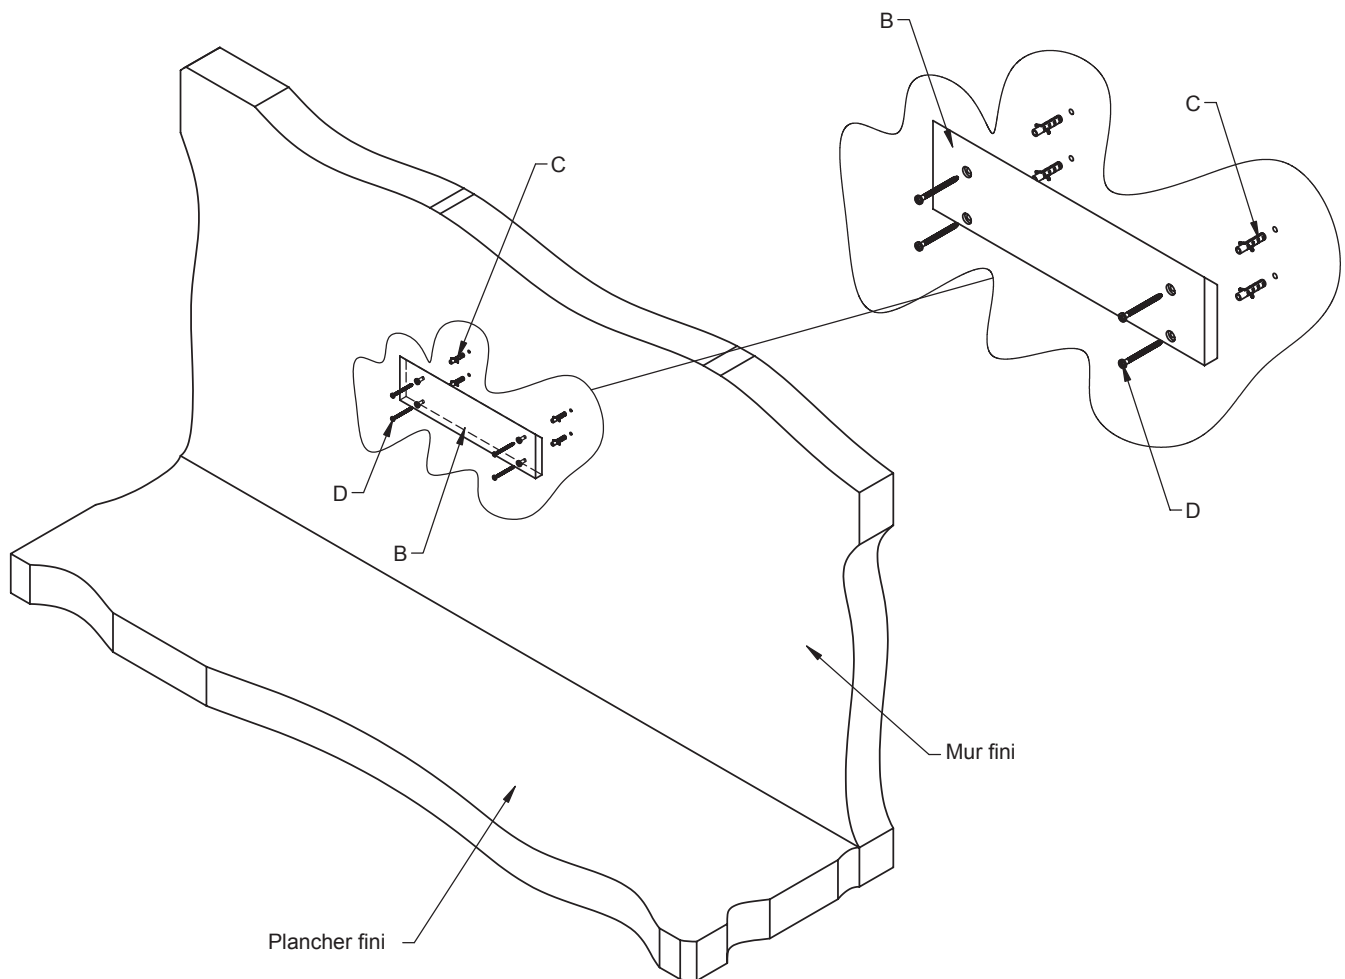

Figure 2
- Percez les trous dans le mur, à l'endroit où vous avez tracé les marques, puis insérez les **ancrages (C)**.
- Fixez le **support mural en bois (B)** au mur à l'aide des **vis murales (D)**.
- Reportez-vous à la **figure 2**.